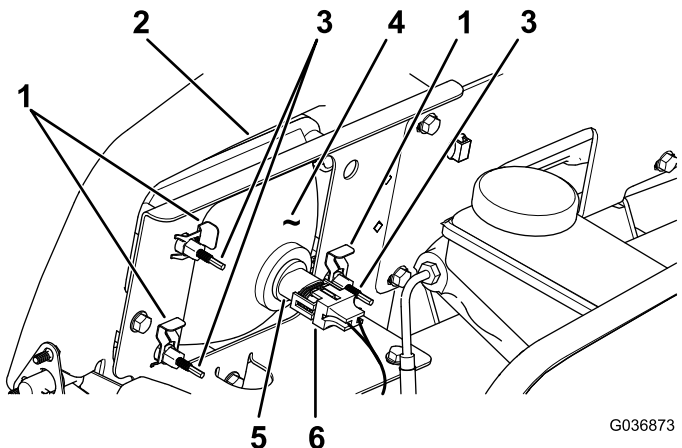

Figura 43
3. Desconecte el conector eléctrico del arnés de cables del conector del conjunto de la lámpara (Figura 43).
4. Retire los conectores rápidos que sujetan el faro al soporte del faro (Figura 43).
5. Retire el faro desplazándolo hacia adelante y pasándolo por el hueco del parachoques delantero (Figura 43).
6. Introduzca el faro nuevo a través del hueco del parachoques (Figura 43).
8. Conecte el conector eléctrico del arnés de cables al conector del conjunto de la lámpara (Figura 43).
2. En la parte trasera del faro, gire los tornillos de ajuste (Figura 43) para pivotar el conjunto y ajustar de la posición del haz de luz.